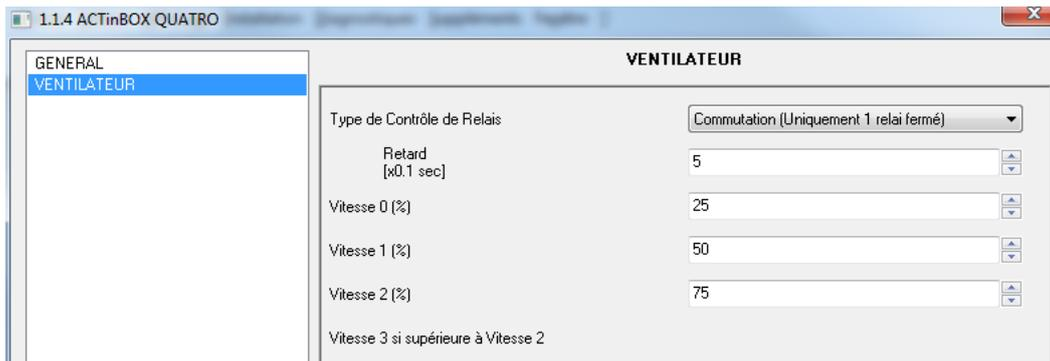

Figure 3.5. Contrôle appliqué sur le ventilateur
- **Commutation (Uniquement 1 relais fermé):** Seule une des sorties de l'actionneur sera active par niveau de ventilation. Voir Figure 3.5.